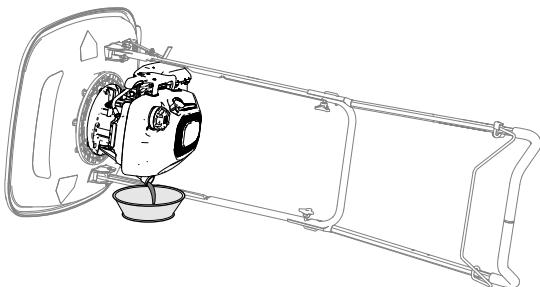

Figure 36
5. Placez un bac de vidange sur le sol sous le plateau, du côté du goulot de remplissage de la machine (Figure 36).